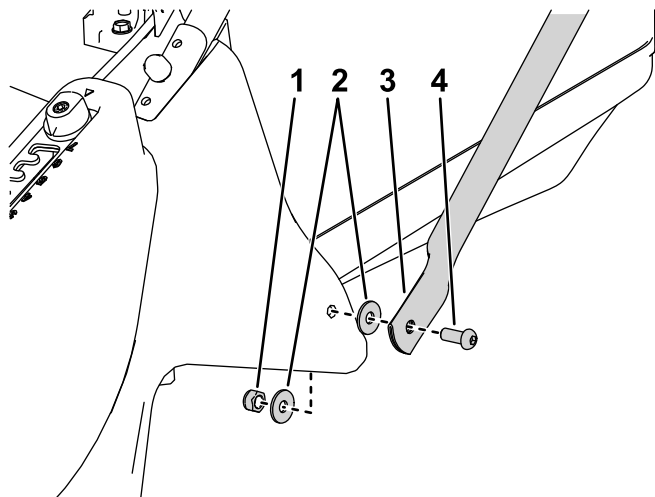

**Figura 6**
4. Instale el manillar superior y la parte superior de los manillares de tirante en los manillares inferiores con 3 arandelas cóncavas, 2 pernos largos y 2 contratuercas a cada lado (Figura 6).